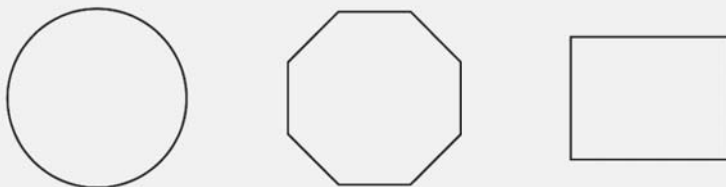

Figura 1
1. Na Figura 1, estão representadas três figuras geométricas que a Júlia desenhou: uma circunferência com 3,7 cm de raio, um octógono regular com 2,9 cm de lado e um retângulo com 6,6 cm de comprimento e com 5,1 cm de largura.